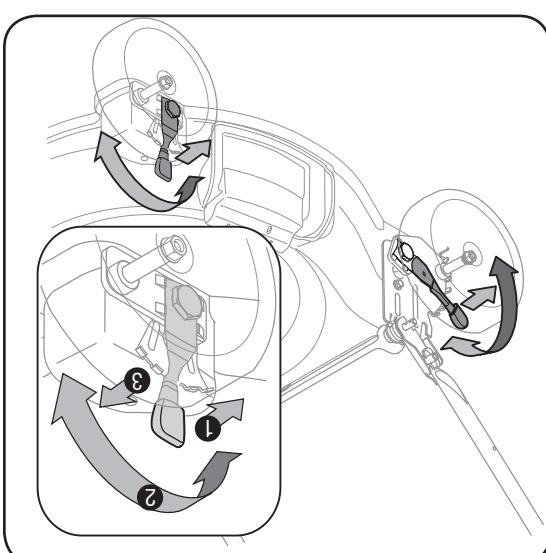

Figure 7
ASSEMBLAGE DU SAC À HERBE : Voir la Figure 7.
- c. Tenez les glijssières en plastique, sauf celle du dessus du sac, s'accrochant de l'intérieur du sac. Placez le sac à herbe sur la tige de pivotement et placez le clapet de sélecteur arrière de la tondeuse sur le haut du sac à herbe. Assurez le clapet pour qu'il repose sur le sac à herbe. Voir la Figure 7.